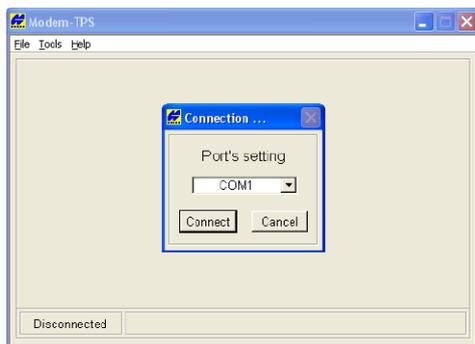

Figura 3-1. Collegamento a Modem-TPS
2. Aprire Modem-TPS e selezionare la porta COM a cui è collegato il ricevitore (Figura 3-1). Fare clic su **Connect**.